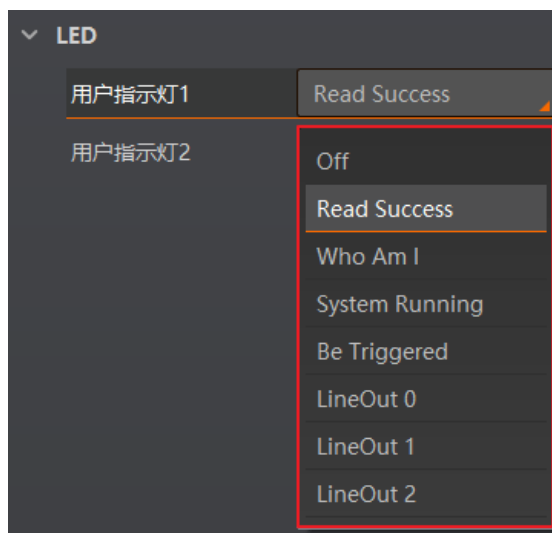

图4-46 用户指示灯功能选项
2. 根据实际需求，在用户指示灯 1 和用户指示灯 2 下选择对应的响应事件，如图 4-46 所示。